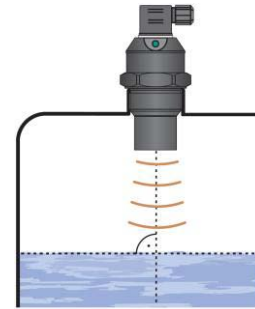

Рис. 1: Правильная установка уровнемера перпендикулярно к уровню жидкости
- Уровнемер устанавливается вертикально в верхнюю крышку ёмкости или резервуара при помощи штуцера с крепежной гайкой или фланца так, чтобы ось уровнемера была перпендикулярна поверхности контролируемой среды (рис. 1).